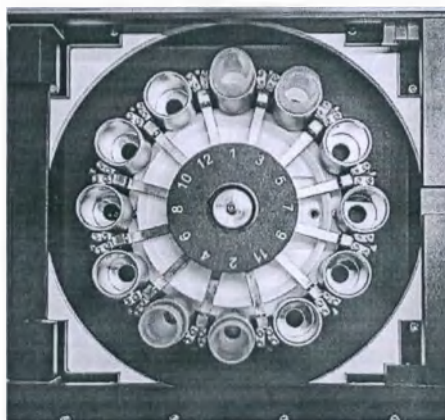

Рисунок 6 – Установка центрифужных пробирок
2) Поместите центрифужные пробирки в сборе с фильтровальной емкостью, 25 мл в соответствующие позиции ротора в центрифуге, начиная с первой позиции. Центрифужные пробирки в сборе с фильтровальной емкостью, 25 мл следует размещать в соответствии с нумерацией центрифуги симметрично друг другу. Устанавливать необходимо только четное количество исследуемых пробирок, чтобы вес пробирок был равномерно распределен относительно центра центрифуги (Рисунок 6).